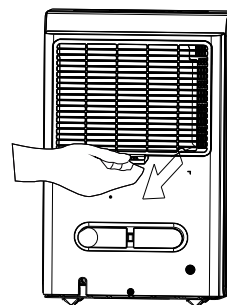

Fig. 14
- Para remover o filtro, puxe-o para fora (Fig. 14).